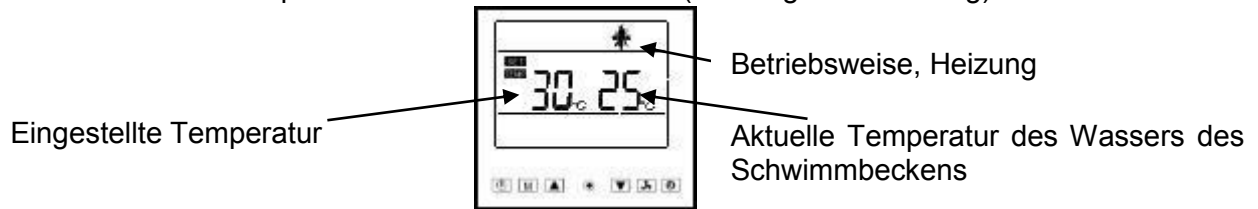
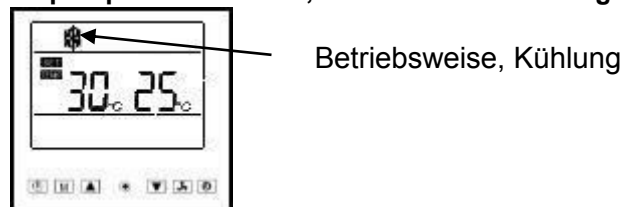

Abbildung 13: Display der Wärmepumpe beim Starten, Betriebsweise Heizung.
Abbildung 14: Display der Wärmepumpe beim Starten, Betriebsweise Kühlung.
Drücken Sie zum Starten der Wärmepumpe die Taste ; die Wärmepumpe startet innerhalb von drei Minuten. Das Display zeigt sofort die zuletzt gewählte Betriebsweise (Heizung oder Kühlung¹⁹), siehe Abbildung 13. Abbildung 14 und Abschnitt 5.2.13.8, die letzte eingestellte Temperatur und die aktuelle Wassertemperatur des Schwimmbeckens (Heizung oder Kühlung) an.
- Heizung, das Display zeigt das Symbol  an, siehe Abbildung 13.
- Kühlung, das Display zeigt das Symbol  an, siehe Abbildung 14.
Es ist möglich, die von den einzelnen Fühlern erfassten Temperaturen durch Drücken der Taste  (beim Modell BP-xxWS-B (xx=35, 50) die Taste  drücken) für drei Sekunden anzuzeigen, wenn die Pumpe gestartet ist, siehe Abschnitt 5.2.4. Drücken Sie zum Anzeigen der von den verschiedenen Fühlern erfassten Temperaturen  (drücken Sie beim Modell BP-xxWS-B (xx=35, 50) die Taste ). Die von dem Fühler erfasste Temperatur wird für 10 Sekunden angezeigt; falls keine Taste gedrückt wird oder falls die Taste  gedrückt wird, kehrt das Display zur Anzeige der üblichen Informationen zurück, siehe Abbildung 13 und Abbildung 14.